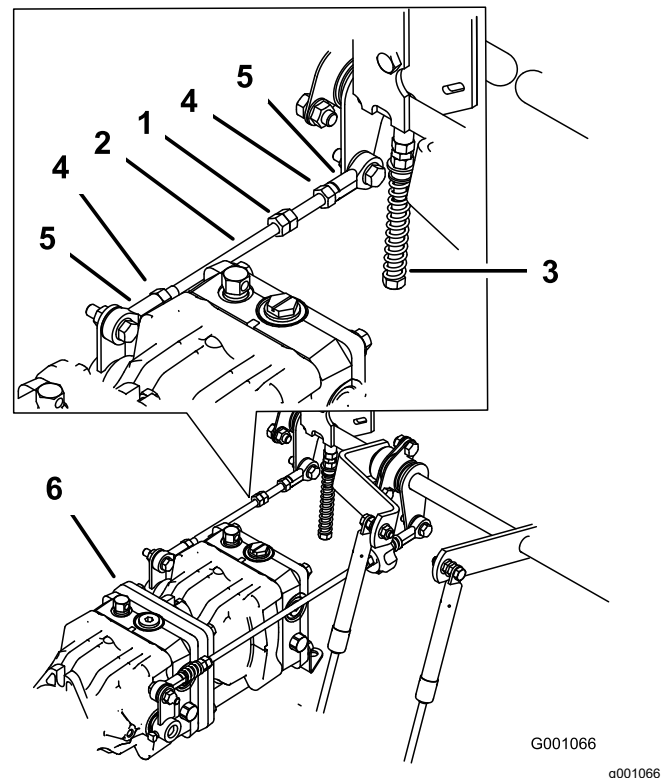

Bild 102
1. Lockern Sie die Sicherungsmuttern an den Kugelgelenken der Pumpsteuerungsstange (Bild 102).
3. Stellen Sie die Länge der Pumpstange ein, indem Sie die Doppelmutter an der Stange so weit in die entsprechende Richtung drehen, bis das Rad stillsteht oder sich leicht zurückdreht (Bild 102).
6. Ziehen Sie die Klemmmuttern an den Kugelgelenken fest (Bild 102).